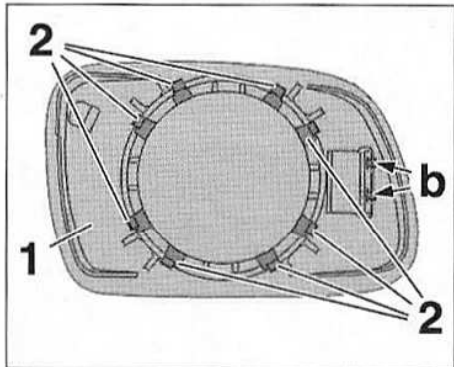

FIG.48
- Exercer un effort de bras de levier à l'aide d'une spatule en (a) pour dégraffer les ergots (2) de la glace de rétroviseur (1) (Fig.48).